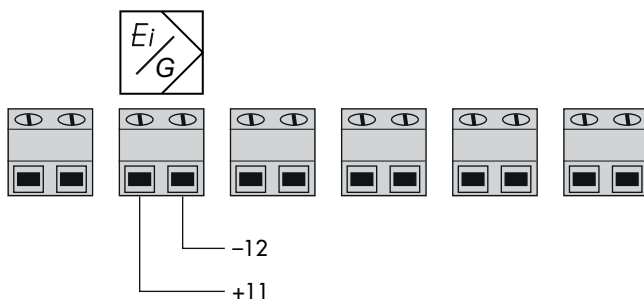

Fig. 5-27: Anslutning av mA-styrsignal
- Anslut elströmmen (mA-signal) som visas i Fig. 5-27.